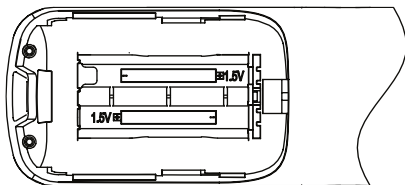

Abb. 2.8
- 3) Nehmen Sie die alten Batterien aus dem Controller heraus. Legen Sie zwei neue AAA-Batterien ein. Achten Sie auf die richtige Polarität der Batterien (siehe Abb. 2.8). Schließen Sie das Batteriefach.